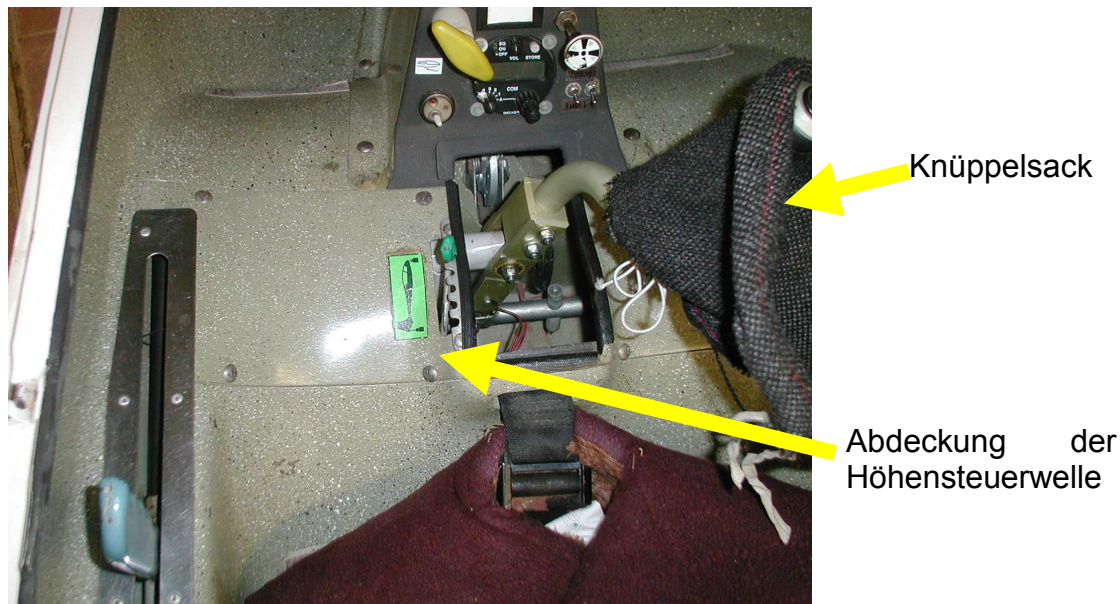

Abbildung 1: Abdeckung der Höhensteuerung
- I) Knüppelsack abnehmen und die (in Flugrichtung) linke Abdeckung der Steuerung neben dem Knüppel entfernen (s. Abbildung 1).
Sollten jetzt die laut Wartungshandbuch (Abbildung 1, Seite 10) geforderten Ruderausschläge nicht mehr erreicht werden, so muß der Gelenkkopf in der Höhenruderstoßstange am linken Ende der Welle verstellt werden.